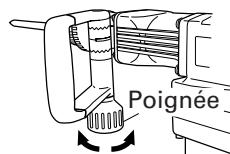

Fig. 6
- (1) Desserrer la poignée en tournant la saisie dans le sens de (Ⓐ) comme indiqué à la Fig. 6.